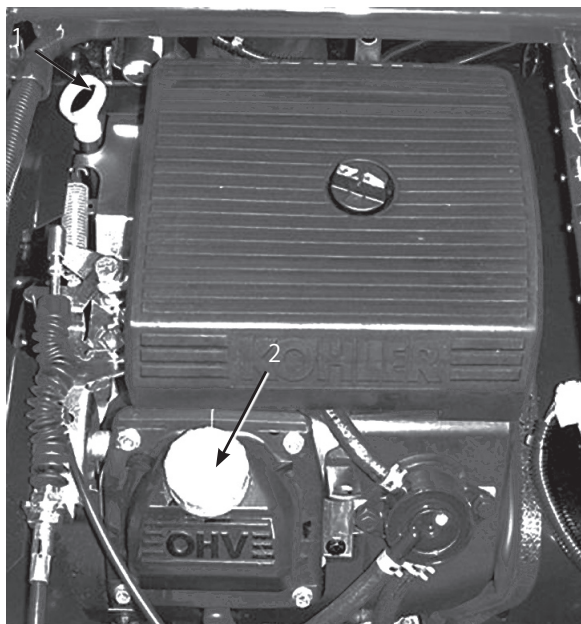

図6
2. ディップスティックを抜き、ウェスで一度きれいに拭く(図6)。ディップスティックを、チューブの根元までもう一度しっかりと差し込む。引き抜いて油量を点検する。
3. 油量が少なければ、バルブ・カバーの上についている補給口(図6)を開け、ディップスティックの Full マークまでオイルを補給する；オイルの種類や粘度の選